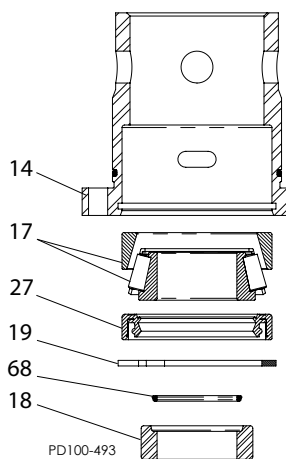

Abb. 43 - Pressen Sie die Welle aus dem hinteren Lager
2. Pressen Sie wie in Abb. 43 gezeigt mit unterstütztem Lagergehäuse, die Welle aus dem hinteren Lager (Pos. 17), dem Lagergehäuse (Pos 14), den Dichtmanschetten-O-Ring (Pos. 68) und der Dichtmanschette (Pos. 18).